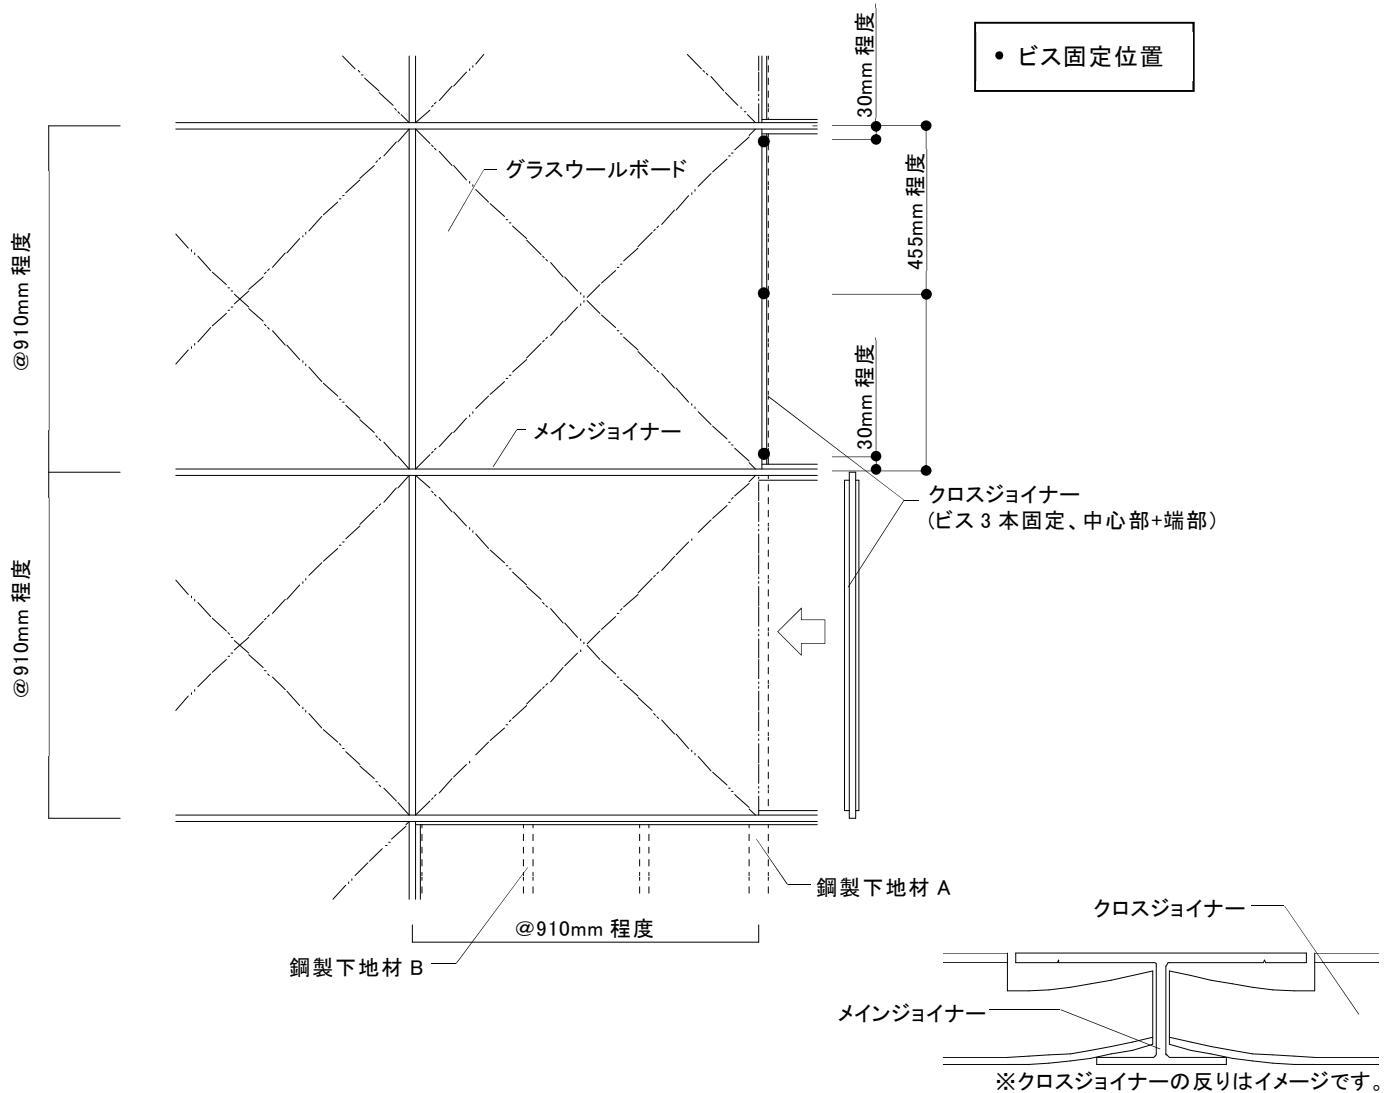

図 2-4-1 タコスミゴイホーの取付け
- ①グラスウールボードの取付け後、クロスジョイナーを鋼製下地材 A と平行方向に配置する。
②クロスジョイナーは@910mm で配置し、通りを確認しながらビス固定(計 3 箇所)する。(図 2-4-1 参照)